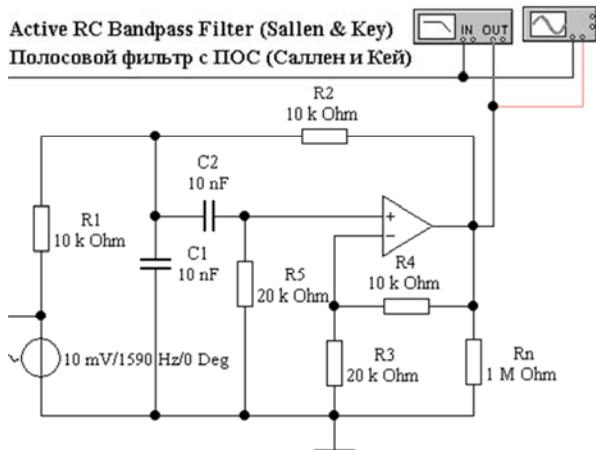

Рис. 9.5. Схема Саллена и Кея (файл **banda4.ewb**)
6. Исследовать активный полосовой фильтр с положительной обратной связью – схема Саллена и Кея (файл **banda4.ewb**, рис. 9.5).